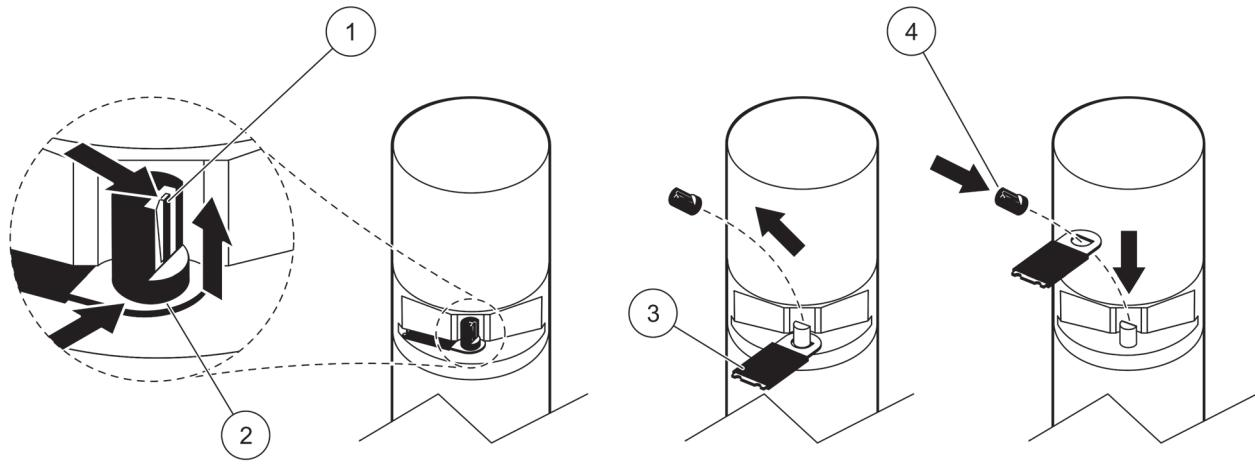

Figura 9 Sostituzione del gommino tergisensore
Fare riferimento alla Figura 9 e alla procedura seguente per modificare il gommino tergisensore.
9. Sollevare la linguetta di bloccaggio (Figura 9, elemento 1), spostare il fondo del cappuccio e rimuoverlo (Figura 9, elementi 2 e 3).
11. Il tergisensore si estende automaticamente. Sostituire il gommino tergisensore (Figura 9, elemento 4) e sostituire il cappuccio per bloccarlo in sede (Figura 9, elemento 5).